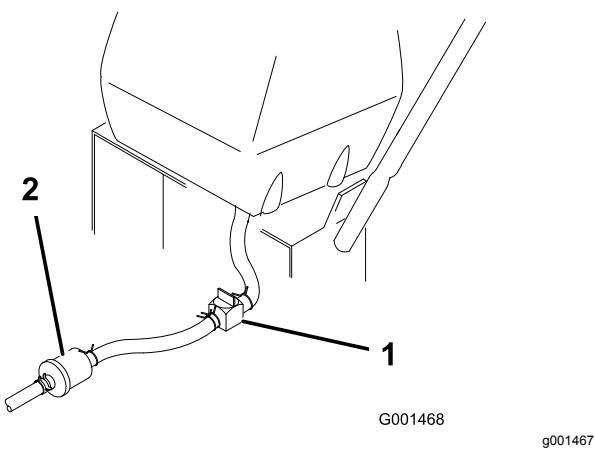

Figura 30
3. Chiudete la valvola d'intercettazione del carburante sul serbatoio del carburante (Figura 30).
4. Premete le estremità della fascetta stringitubo e sfilatela dal tubo del carburante lontano dal serbatoio (Figura 30).
5. Togliete i tubi del carburante dal filtro del carburante (Figura 30). Aprite la valvola di intercettazione del carburante e lasciate spurgare il carburante in una tanica o una bacinella di spurgo.
7. Aprite la valvola di intercettazione del carburante nel serbatoio del carburante (Figura 30).
3. Chiudete la valvola di intercettazione del carburante nel serbatoio del carburante (Figura 30).